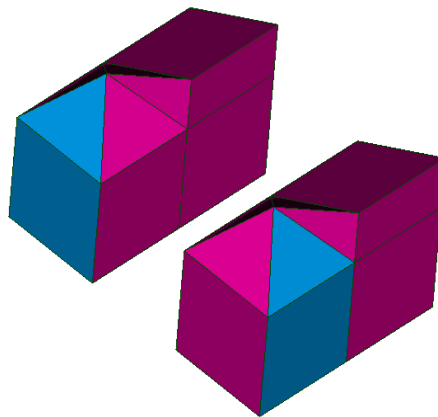

Figure 1.2-1: Maillage de test
- Vérifier la présence d'un maillage comme en figure 1.2-1 :